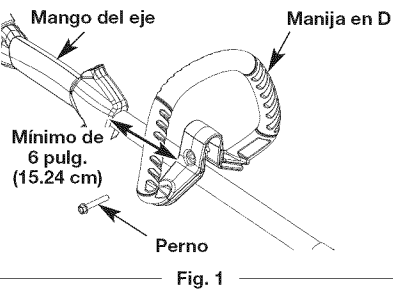

Fig. 1
1. Afloje el perno que está en la manija en D lo suficiente para moverla (Fig. 1).
3. Apriete el perno hasta que la manija en D esté segura (Fig. 1).